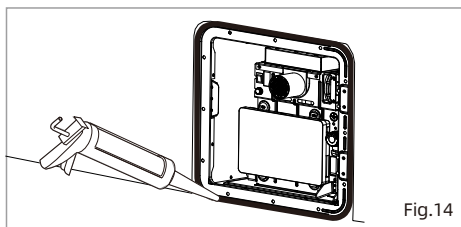

Fig.14
3. Appliquez une quantité généreuse de scellant autour du cadre de la porte pour combler tout espace sur le mur du VR. (Fig.14) Essuyez tout excès du scellant.